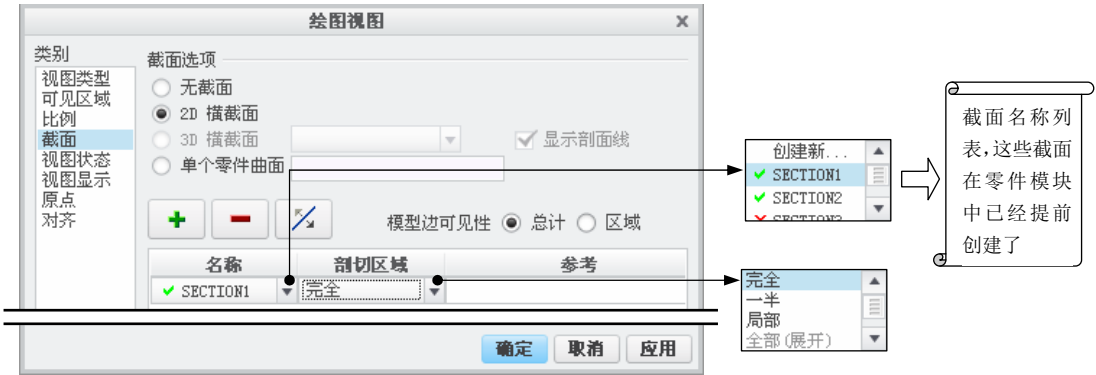
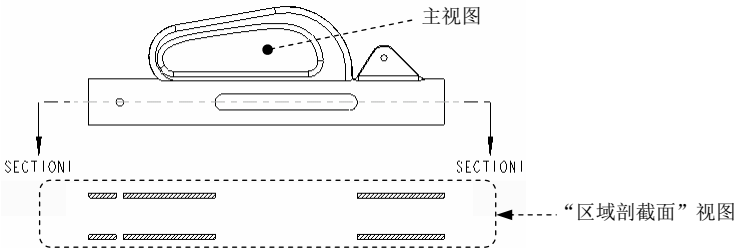

图 10.4.38 “绘图视图”对话框
图 10.4.39 “区域剖截面”视图
Step3. 双击上一步创建的投影视图, 系统弹出图 10.4.38 所示的“绘图视图”对话框。
(1) 在图 10.4.38 所示的“绘图视图”对话框中，选择类别选项组中的**截面**选项。
(2) 将**截面选项**设置为 ☒ 2D 横截面，将**模型边可见性**设置为 ☒ 全部，然后单击  按钮。
(3) 在“名称”下拉列表框中选取剖截面 **SECTION1**（SECTION1 剖截面在零件模块中已提前创建），在“剖切区域”下拉列表框中选择 **完全** 选项。
注意：在上面 Step4 中，如果在图 10.4.38 所示的对话框中，选择**模型边可见性**中的 ☐ 区域单选项，则产生的视图如图 10.4.39 所示，一般将这样的视图称为“剖面图（断面图）”。